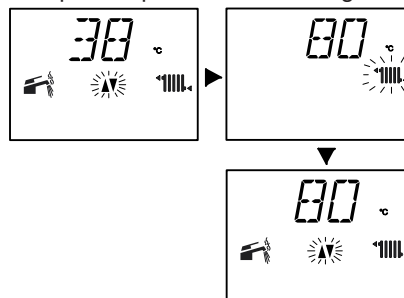

Fig. 2.9
- con regulación máxima de la temperatura de impulsión para calefacción Fig. 2.9.